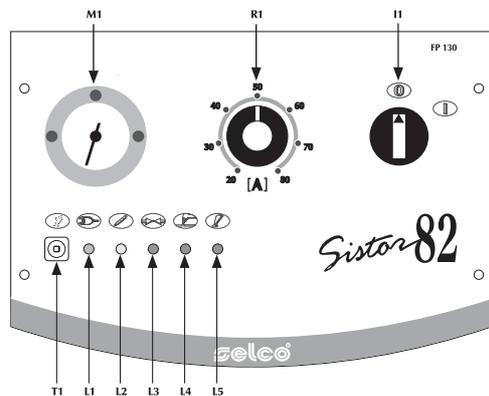

Fig.1
4.1 Pannello comandi frontale (Fig. 1)
Si illumina con l'interruttore di accensione sul pannello frontale (Fig. 1) "I1" in posizione "I". È indice di impianto acceso e in tensione.